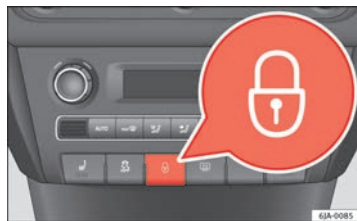

Abb. 46 Taster für Zentralverriegelung
Wenn das Fahrzeug nicht von außen verriegelt wurde, kann durch Drücken der Taste ⇒ Abb. 46 die Ver- und Entriegelung der Türen von innen erfolgen, auch wenn die Zündung nicht eingeschaltet ist.
- Drücken Sie die Taste  ⇒ Abb. 46. Die Leuchte  in der Taste leuchtet auf.
- Drücken Sie die Taste  ⇒ Abb. 46. Die Leuchte  in der Taste erlischt.